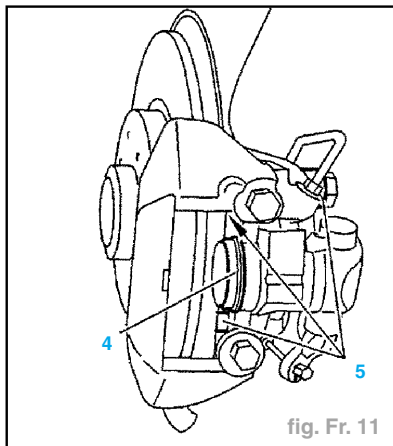

fig. Fr. 11
- Contrôler visuellement (fig Fr. 11) :
- le bon état et l'ajustement parfait du capuchon (4) et des soufflets de protection (5).